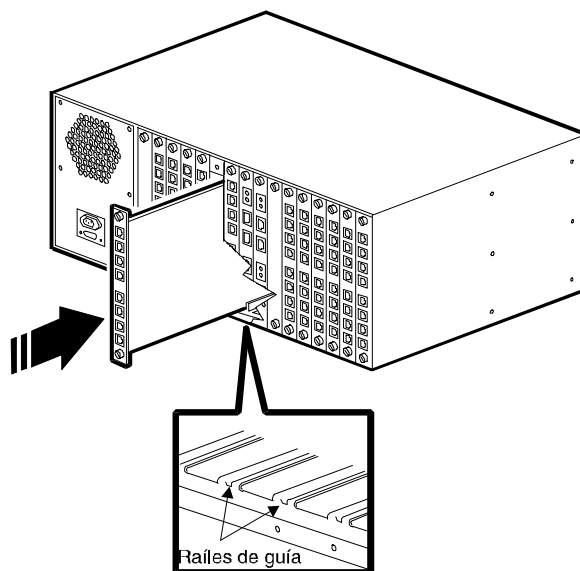

Figura 2-6. Insertar tarjetas adaptadoras de módem
2. Empezando por la ranura 1, sostenga la tarjeta por los bordes con el panel posterior de cara a usted y alinee la tarjeta con las guías de metal de la ranura en la que desea instalar la tarjeta. Consulte la Figura 2-6.